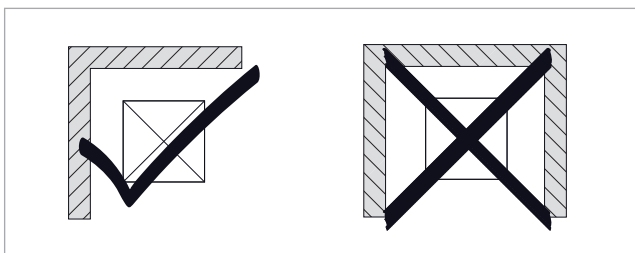

Abb. 3: Aufstellbedingungen in der Nähe von Wänden
- Wärmepumpe nicht in dreiseitig geschlossenen Strukturen aufstellen, siehe → Abb. 3.